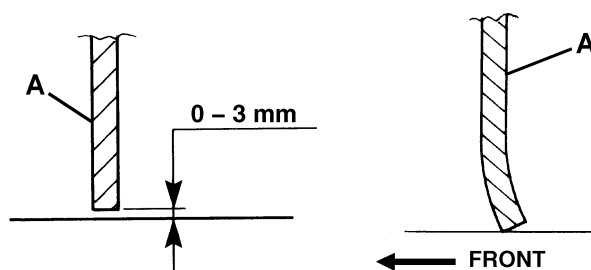

Figure 14
4. Contrôler que la hauteur du sol des volets latéraux (13 et 14) est comprise entre 0 et 3 mm (A, Fig. 14). Si besoin est, régler la hauteur des volets, en procédant comme suit.
- le volet arrière (A, Fig. 14) se trouve à une hauteur du sol comprise entre 0 et 3 mm (comme indiqué dans la figure).